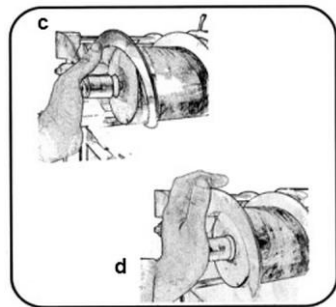

Fig. 37
7. Placer la spirale en appuyant délicatement et en l'enfonçant profondément comme montré sur la fig. 37 (c et d).